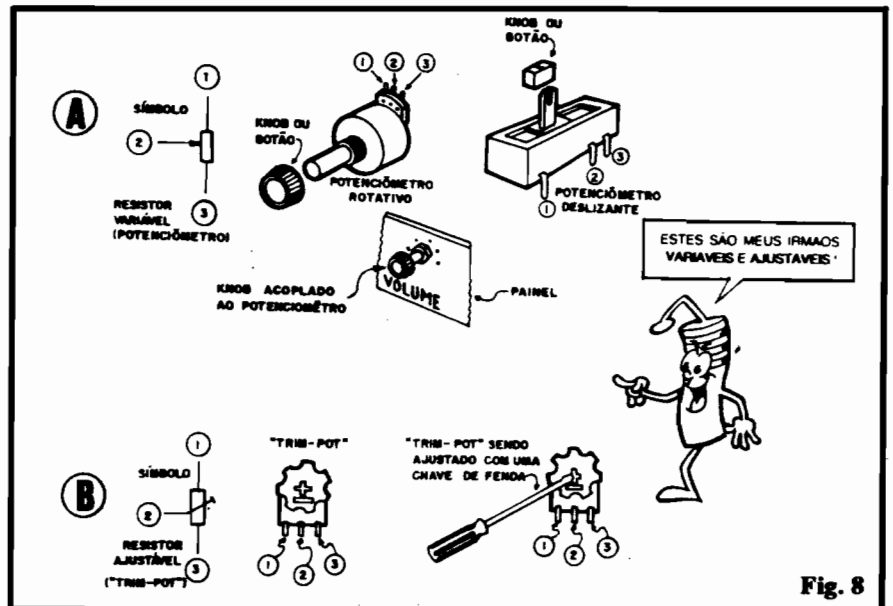

Fig. 8
- **FIG. 8** - Mostra símbolos, aparências e outros detalhes dos resistores variáveis ou ajustáveis. Esses resistores especiais são fabricados de modo que um contato móvel (chamado de **cursor**) pode - comandado por um eixo rotativo ou um mecanismo deslizante linear - percorrer toda a extensão do elemento resistivo (uma "pista" de carbono). Conforme já vimos nas explicações iniciais sobre os resistores, se o elemento resistivo for "mais curto", sua resistência ôhmica "diminui" proporcionalmente... Assim, através desse ajuste puramente "mecânico", conseguimos, com facilidade, alterar o valor **real** da **RESISTÊNCIA** intrínseca do componente! Nesse caso, um **POTÊNCIOMETRO** (ou **TRIM-POT**) com valor nominal de 10K (dez mil ohms), **pode**, dependendo do seu ajuste, assumir **qualquer** valor de resistência, entre "zero" e 10K...